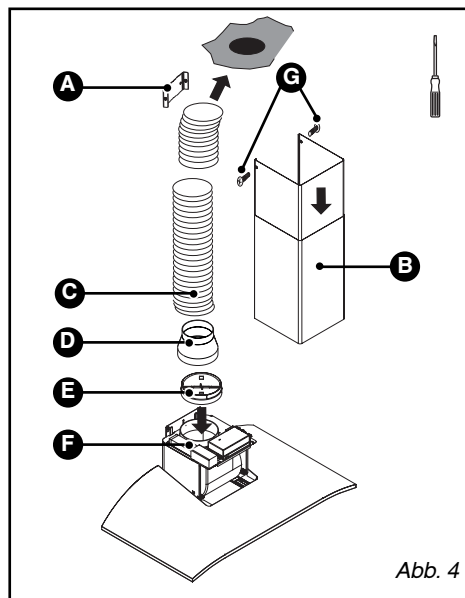

Abb. 4
– Das Rohrende auf den Motorausgang schieben (Abb. 4).
– Den Teleskopkamin vorbereiten und dabei die Ansaugöffnungen sorgfältig verstecken (Abb. 4).
– Den oberen Kaminteil (B/Abb. 4) mit den beiden Schrauben (G/Abb. 4) auf der Metallhalterung des Kamins befestigen.